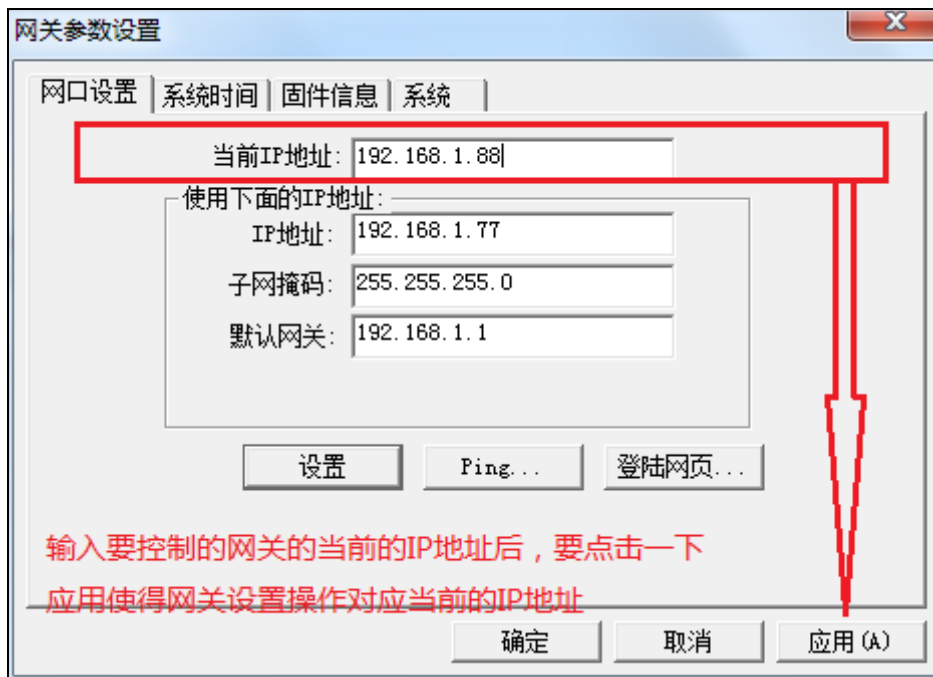

图 3-10-3 网口设置
**网口设置：**可以更改硬件网关的 IP 地址，网关出厂默认 IP 地址为 192.168.1.88，子网掩码默认为 255.255.255.0，默认网关 192.168.1.1，设置完成点击确定即可。“Ping”功能测试 ping 当前 IP 地址是否成功。“登陆网页功能”可以登陆到网关所在的 WEB 服务器上，如图 3-10-3 所示。